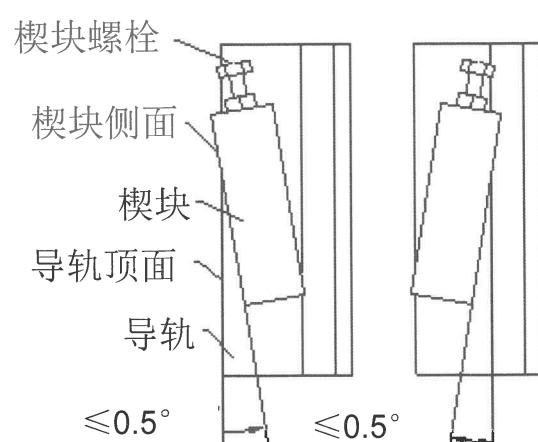

图 6
2.2.5. 安全钳楔块侧面应与导轨顶面平行，最大不超过 0.5 度(图 6)。